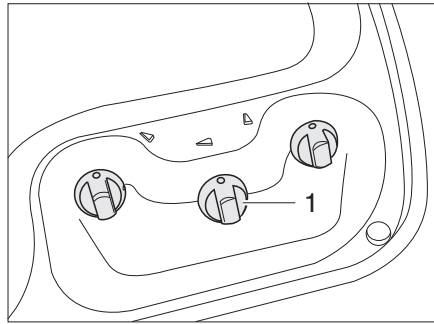
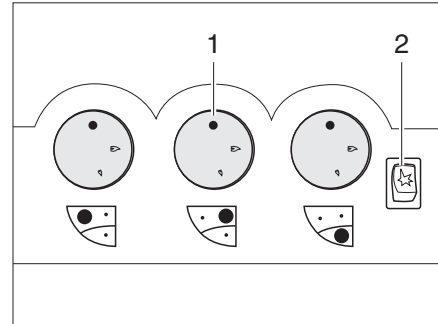

Bild 231 Bedienelemente für Gaskocher (Variante 1)
Bild 232 Bedienelemente für Gaskocher (Variante 2)
- Drehregler (Bild 231,1 oder Bild 232,1) der gewünschten Brennstelle auf Zündposition (große Flamme) drehen.
- Wenn eine Zündtaste (Bild 232,2) vorhanden ist: Funke durch Drücken der Zündtaste erzeugen.